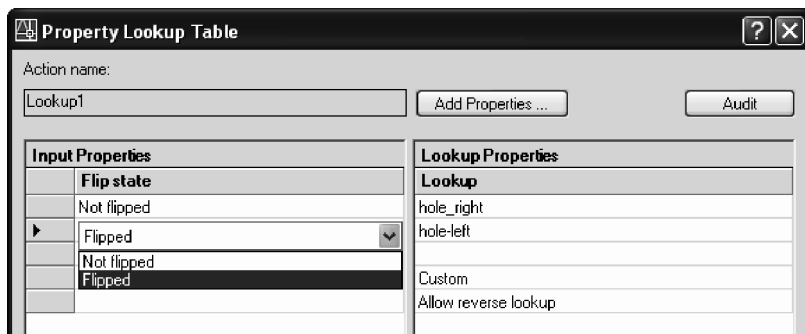

Fig. 6.106 Fereastra **Property Lookup Table**
6. În secțiunea **Input Properties** se definesc variantele pentru parametrul **Flip**. Alături, în secțiunea **Lookup Properties**, se alege numele sub care vor fi prezentate pe ecran variantele – Fig. 6.106.